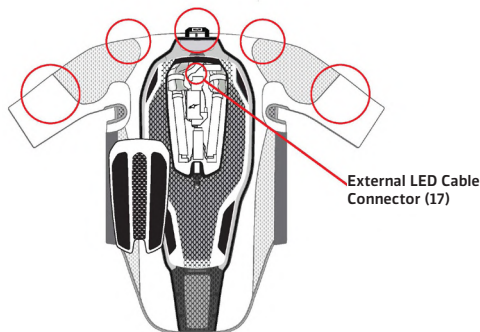

Figura 12: Posizione degli attacchi in velcro e del connettore del LED display esterno (17)
1. Preparazione del Sistema. Rimuovere il convertitore (4) e assicurarsi che tutti gli attacchi in velcro presenti sullo strato di base (1) non abbiano le loro coperture protettive attaccate. Ci sono 5 attacchi in velcro (Figura 12): 4 sono posizionati sulla zona delle spalle e 1 sulla zona del collo. Se l'indumento esterno protettivo è dotato di un LED display Tech-Air® compatibile integrato all'interno della manica, è possibile collegare il Sistema al LED display esterno utilizzando il connettore del LED display esterno (17) situato sotto la copertura del paraschiena (5) attraverso l'apertura mostrata in Figura 12.